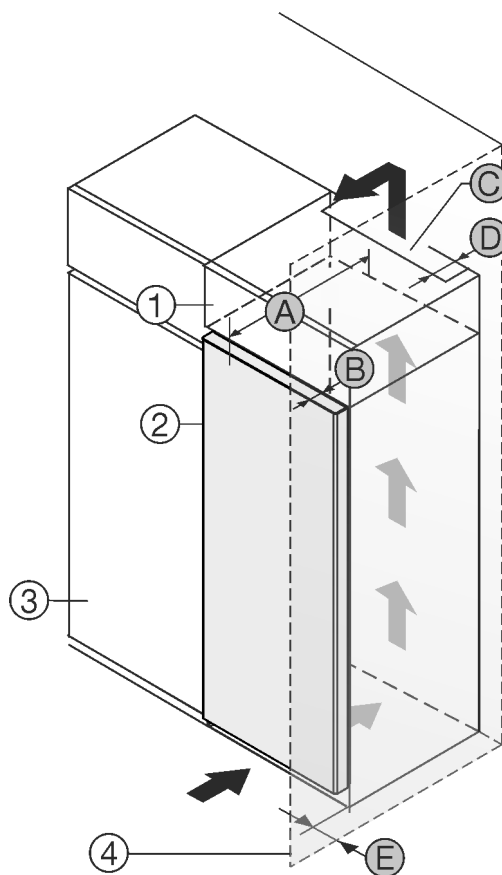

Fig. 1
- (1) Nastavná skříňka *
- (2) Příklad *
- (3) Kuchyňská skříň *
- (4) Stěna *
- (A) Hloubka přístroje *
- (B) Hloubka dvířek *
- (C) Ventilační průřez *
- (D) Vzdálenost zadní strany přístroje *
- (E) Vzdálenost k zadní straně přístroje *
Můžete přístroj nainstalovat přímo vedle kuchyňské skříňky Fig. 1 (3)*.
Na zadní straně nastavné skříňky musí být větrací šachta hluboká Fig. 1 (D) přes celou šířku nastavné skříňky.*
Pod stropem místnosti musí být dodržen ventilační průřez Fig. 1 (C)*.
Když přístroj instalujete závěsy vedle stěny Fig. 1 (4), musí být vzdálenost mezi přístrojem a stěnou minimálně 13 mm.*
Aby bylo možné dvířka plně otevřít, musí přístroj přesahovat o hloubku dvířek Fig. 1 (B) vůči přední linii kuchyňské skříňky. V závislosti na hloubce kuchyňských skříňek Fig. 1 (3) a použití vymezovačů odstup od stěny může přístroj vyčnívat dále.*